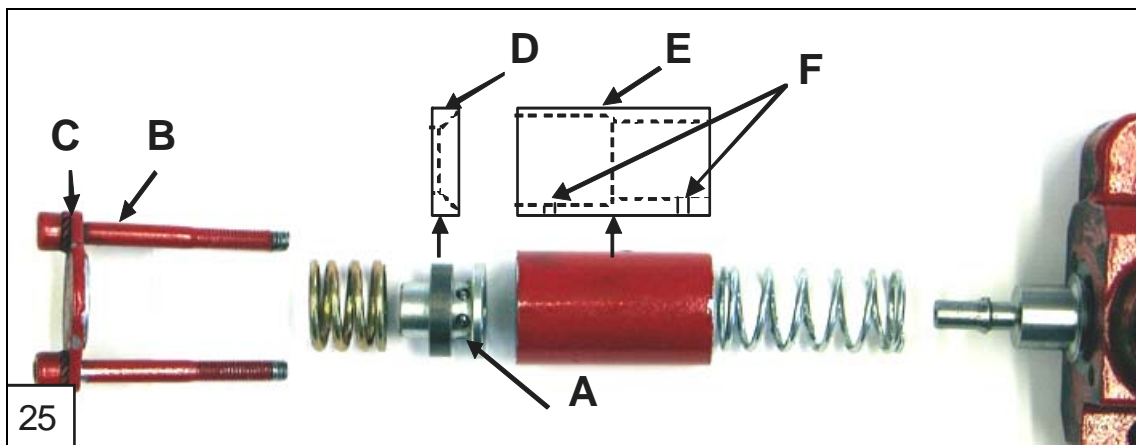

Fig. 27
9.16 Structure de l'extrémité de verrouillage et ordre correct des pièces, Fig. 27